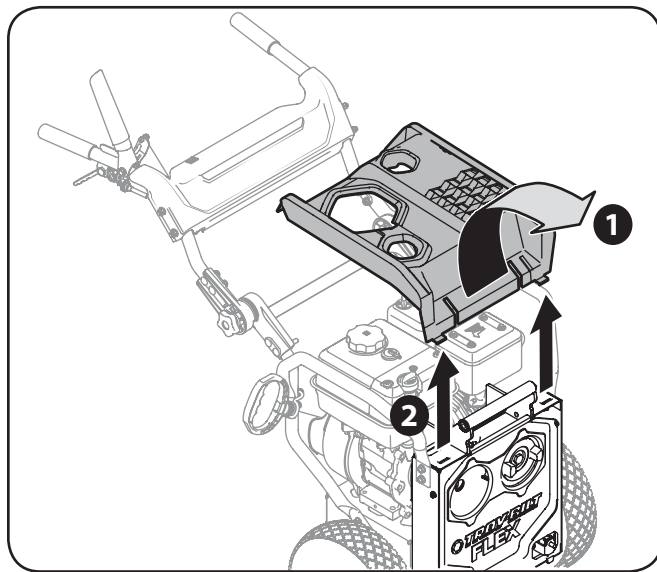

Figura 6-6
1. Con un destornillador Phillips, saque la tapa superior del motor, para lo cual debe extraer los tornillos SEMS que están ubicados en la parte trasera de la tapa. Consulte la Figura 6-6.
2. Gire la tapa hacia adelante (1) y levántela alejándola (2) de la base de potencia, desenganchando las dos lengüetas de montaje del frente de la cubierta del motor. Consulte la Figura 6-6.